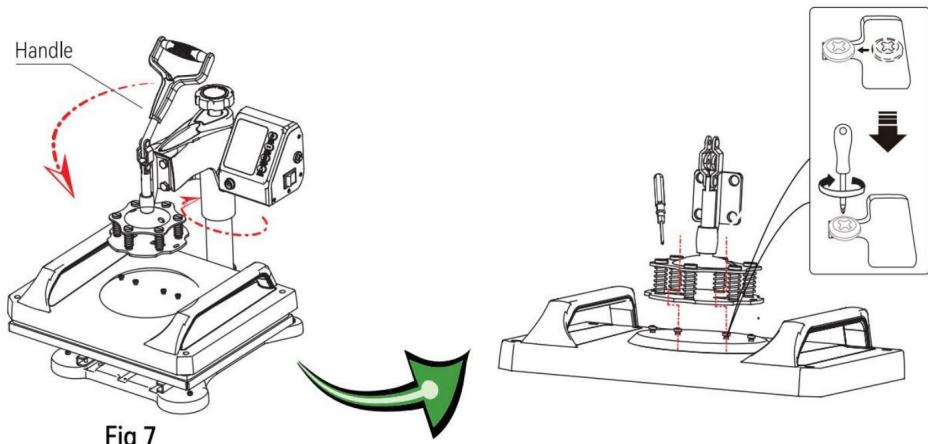

Fig 7
7. Vrid tillbaka huvudet till den ursprungliga positionen och tryck försiktigt ned handtag så att koppkåpan på koppskruven ovanför tryckplattan snäpper in i skåran och lås den sedan på plats med en skravmejsel (som visas i fig 7)